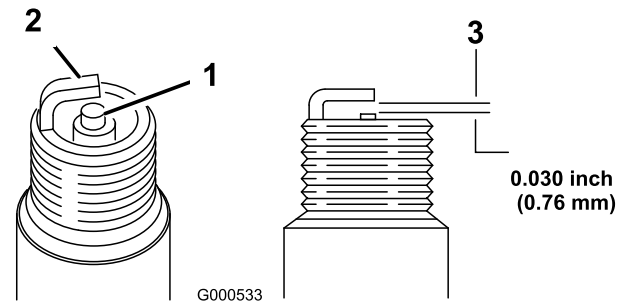

Figure 34
- Contrôlez la bougie (Figure 34).
- Contrôlez l'écartement entre l'électrode centrale et l'électrode latérale (Figure 34). Courbez l'électrode latérale si l'écartement est incorrect.